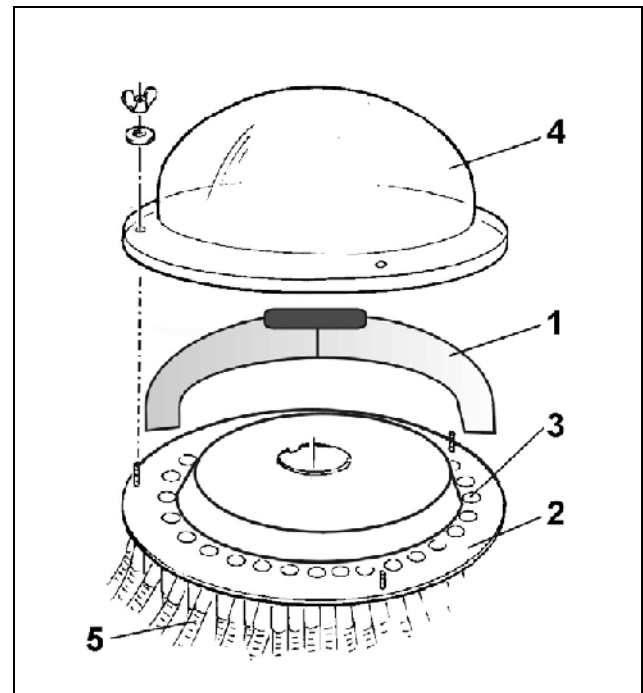
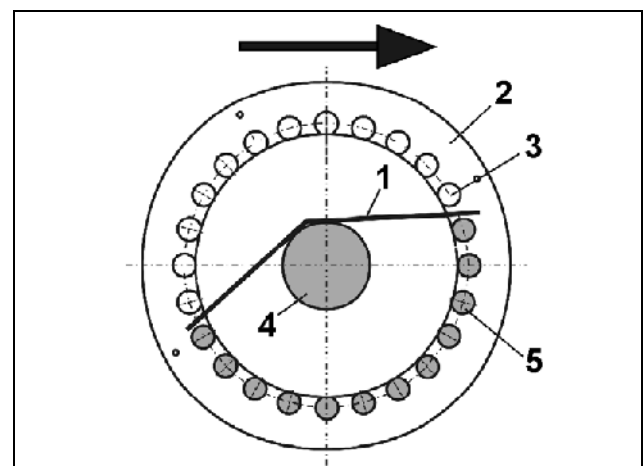

Fig. 68
Fig. 69
Mit dem Einsatz (Fig. 68/1) zum halbseitigen Verschließen der Ausläufe im Verteilerkopf wird der Saatgutstrom auf die Hälfte aller Ausläufe (Fig. 68/3) und damit auf die Hälfte aller Schare verteilt. Wahlweise kann so die Saatgutzufuhr zu den Scharen auf der rechten oder der linken Maschinenhälfte unterbrochen werden und mit der anderen Maschinenhälfte gesät werden.
- Verteilerhaube (Fig. 68/4) demontieren
- den Einsatz (Fig. 68/1 bzw. Fig. 69/1) so auf die Verteilerplatte (Fig. 68/2 bzw. Fig. 69/2) aufsetzen, dass die gewünschten Ausläufe vom Einsatz verschlossen werden.
- In der Draufsicht (siehe Fig. 69) befinden sich
- die geschlossenen, nicht schraffierten Ausläufe (Fig. 69/3) auf der dem Wellrohr (Fig. 69/4) abgewandten Seite
- die offenen, schraffiert dargestellten Ausläufe (Fig. 69/5) auf der dem Wellrohr (Fig. 69/4) zugewandten Seite.
- Kontrollieren Sie in jedem Fall am Verlauf der Saatleitungsschläuche (Fig. 68/5), ob der Einsatz den Saatgutstrom zu den gewünschten Scharen verschließt.
- Markieren Sie den Sitz des Einsatzes mit einem geeigneten Stift auf der Verteilerplatte (Fig. 69/2), damit Sie bei nachfolgenden Einsätzen die Position des Einsatzes auf der Verteilerplatte schnell wiederfinden.
- Befestigen Sie die Verteilerhaube (Fig. 68/4) am Verteilerkopf. Beim Befestigen der Verteilerhaube wird der Einsatz (Fig. 68/1) festgeklammert.